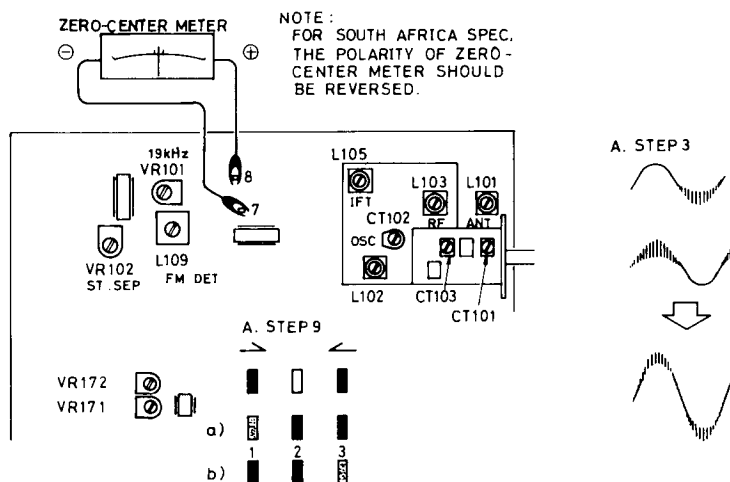

Fig. 3
- 3. Receive 90MHz signal from FM Signal Generator. Antenna input should be set to the optimal level where adjustment can be carried out satisfactorily with the appropriate amount of noise contained in the signal wave (3 μ V-5 μ V). Adjust FM IFT L105 so that the waveform is largest and contains noise uniformly on the top and bottom of the waveform. (See Fig. 3.)
- b) Set the SG to a position 50kHz lower than 90MHz, and adjust potentiometer VR171*³ so that LED 3 dimly glows. See Fig. 3.
- 3. Recevoir le signal de 90MHz du générateur de signal MF. L'entrée de l'antenne doit être réglée au niveau optimal où le réglage peut être mis à exécution d'une manière satisfaisante avec la quantité appropriée de bruit contenue dans l'onde de signal (3 μ V-5 μ V). Régler FM IFT L105 de sorte que la forme d'onde soit plus grande et contienne le bruit uniformément sur le sommet et le fond de la forme d'onde. (Fig. 3)
- b) Placer le générateur de signal à une position de 50 kHz plus basse que 90MHz, et régler le potentiomètre VR171 de sorte que la LED 3 s'allume légèrement. Voir la Fig. 3.